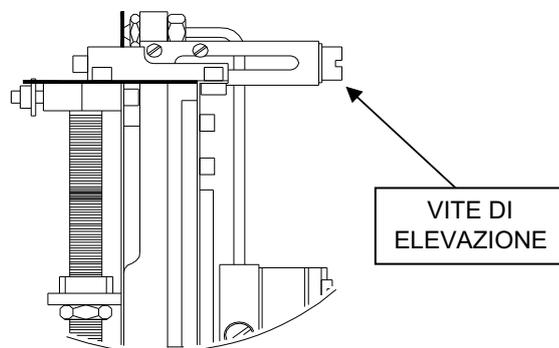

Fig.4.4 DISPOSITIVO DI ELEVAZIONE
Con il serbatoio in pressione si rende necessario collegare il trasmettitore come in Fig. 4.3 munendolo del dispositivo di elevazione (Fig.4.4) in quanto, a causa dell'esistenza di un battente liquido, non altrimenti eliminabile, il segnale in uscita del trasmettitore a livello zero risulterebbe diverso da 3 psi.
- 2) Riempire di liquido (W)
- 3) Agire sulla vite di elevazione (Fig.4.4) sino ad ottenere l'uscita del trasmettitore di 3 psi